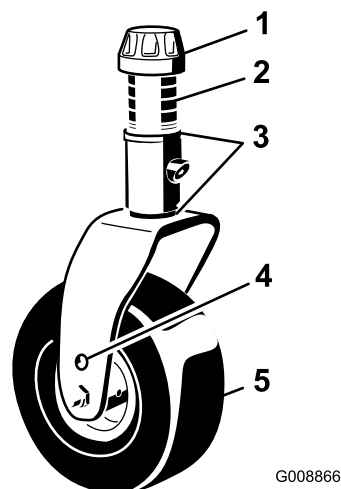

Рисунок 26
3. Отрегулируйте количество 3-миллиметровых регулировочных прокладок на вилке (вилках) передних поворотных колес так, чтобы высота скашивания соответствовала указанному на наклейке значению (Рисунок 26); см. Регулировка шага деки газонокосилки \(страница 62\).